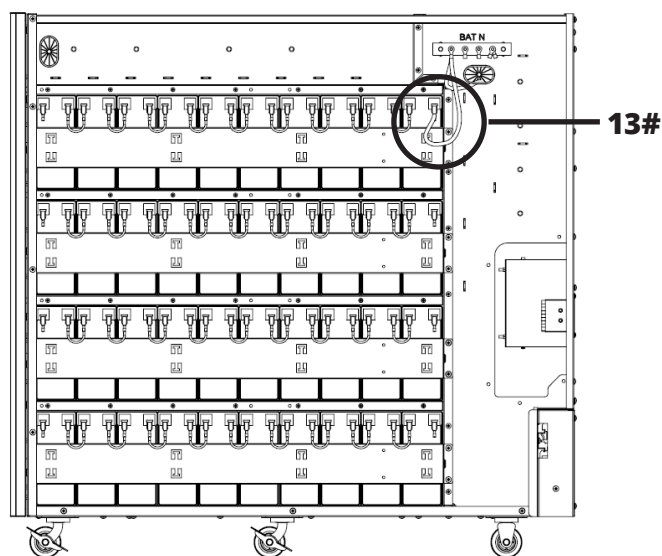

Figura 5-21B
32. Conecte la batería 11- del grupo 4 a la barra colectora de la batería N (BAT N) (Figura 5-21B).